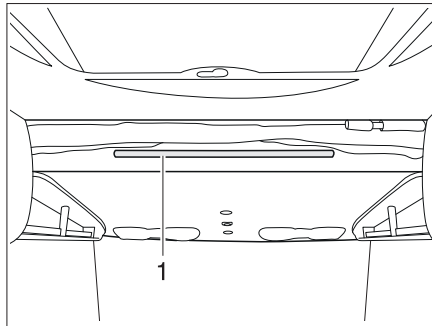

Bild 134 Hubbett elektrisch
- Die Aufstiegsleiter mit den beiden Bügeln in die Haltstange (Bild 134,1) am Hubbett einhängen.